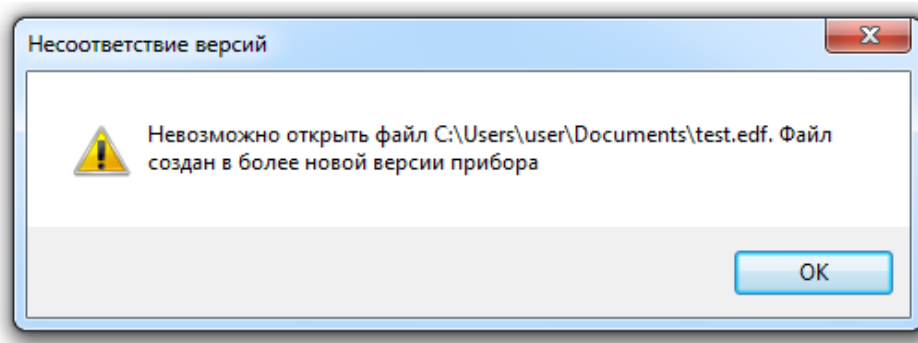

Рисунок 3.12 – Несоответствие версий
3.5.5.4 При попытке открыть файл формата ".edf" выполненный в более новой версии генерируется сообщение о несоответствии версий (рисунок 3.12).